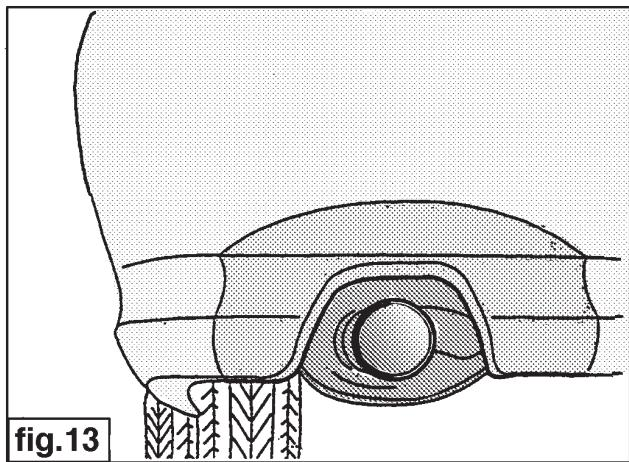

fig.13
6. Avvitare come indicato nella tabella prima i bulloni all'altezza dei punti C, poi il fissaggio della traversa ai supporti e per ultimo all'altezza dei punti G. Rimontare quanto tolto al punto 1 e controllare che l'ammortizzatore dello scappamento sia in linea con il paraurti. Vedi fig. 13.
6. Jako pierwsze należy dokręcić śruby w punktach C, następnie śruby mocujące belkę haka holowniczego, a na końcu śruby w punktach G. Wszystkie śruby i nakrętki dokręcić z odpowiednim momentem obrotowym podanym poniżej w tabeli. Elementy zdemontowane w punkcie 1 należy ponownie zamontować. Należy zwrócić uwagę, ażeby wydech znajdował się w jednej linii z zderzakiem rys.13.